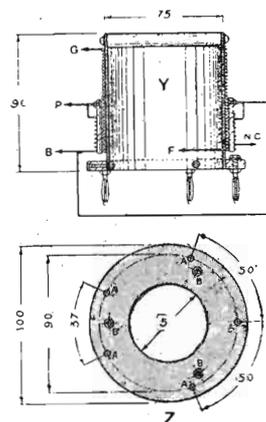

Fig. 4 - Dettagli del trasformatore AF per onde medie. Z è la basetta del trasformatore. A sono i fori per le bussole, B quelli per le viti di fissaggio.
Gli avvolgimenti del trasformatore come pure la costruzione del supporto sono visibili a fig. 4.
lizzazione. Due di queste striscie di spaziamento portano alle loro estremità superiori una vite per fissare i capi del primario e dell'avvolgimento di neutralizzazione. Le teste di queste viti sono profondamente affondate per evitare ogni rischio di cortocircuito all'avvolgimento del secondario. Le striscie che portano le viti sono collocate vicino alle spine alle quali esse verranno collegate e non diametralmente opposte come si vede in figura 4 che è disegnata così affinché i collegamenti risultino chiari. Le connessioni dei vari capi sono indicate in fig. 4 dalle lettere P, NC, B, G e F che rappresentano i collegamenti alla placca (della valvola precedente), al neutrocondensatore, alla batteria AT, alla griglia e al filamento (della rivelatrice). Le spine alle quali sono collegate le estremità degli avvolgimenti sono visibili nello schema costruttivo nel quale lettere corrispondenti si trovano sulla base. Poichè il trasformatore è il componente più importante in un amplificatore AF, la massima cura va presa nella sua costruzione e solo i migliori materiali vanno usati. Il filo Litz va usato molto accuratamente e le estremità vanno denudate grattando delicatamente per evitare la possibilità di rompere qualcuno dei sottilissimi fili.
La basetta nella quale sono inseriti i trasformatori AF intercambiabili consiste di un anello di ebanite le cui dimensioni sono visibili in fig. 4 (Z). Essa è fissata alla basetta per mezzo di tre viti e porta quattro bussole e una spina la quale serve per il collegamento al positivo dell'alta tensione (segnato B nello schema costruttivo) e corrisponde alla unica bussola sui trasformatori. Come già detto, ciò impedisce ogni possibilità di inserire in modo errato. Come nel caso della basetta della bobina di griglia i gambi di queste bussole e spine sono affondati nell'ebanite per impedire che si faccia contatto con la base o, alternativamente, la base può essere elevata per mezzo di ranelle di ebanite sotto le viti di fissaggio.